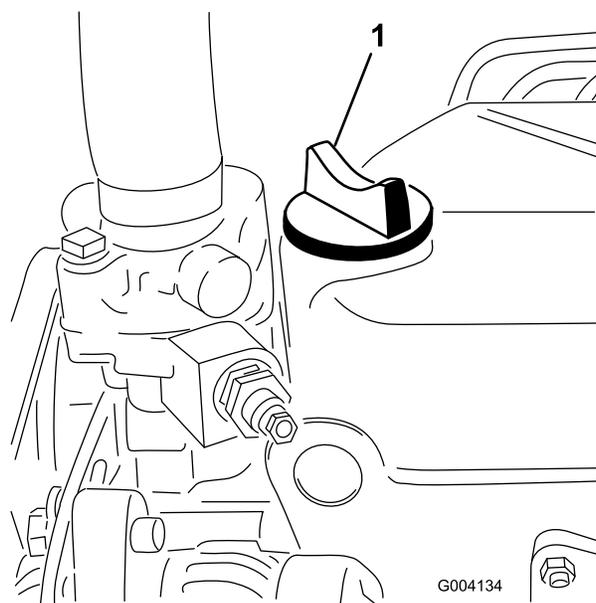

Figura 22
5. Se l'olio non raggiunge la tacca Full, togliete il tappo di riempimento (Figura 22) e aggiungete olio finché il livello non raggiunge la tacca. **Non riempite troppo.**